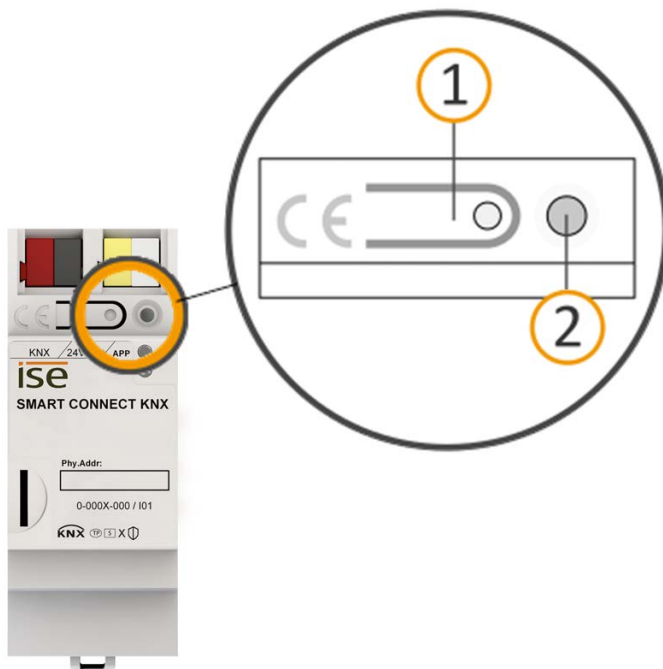

Abbildung 23: Programmierung
1. Drücken Sie kurz die Programmiertaste (siehe Abbildung 23, Pos. 1). Die Programmier-LED (siehe Abbildung 23, Pos. 2) leuchtet rot.
1. Drücken Sie die Programmier­taste (siehe Abbildung 23, Pos. 1) und halten Sie diese weiter gedrückt, während Sie die Spannungsanschlussklemme aufstecken.